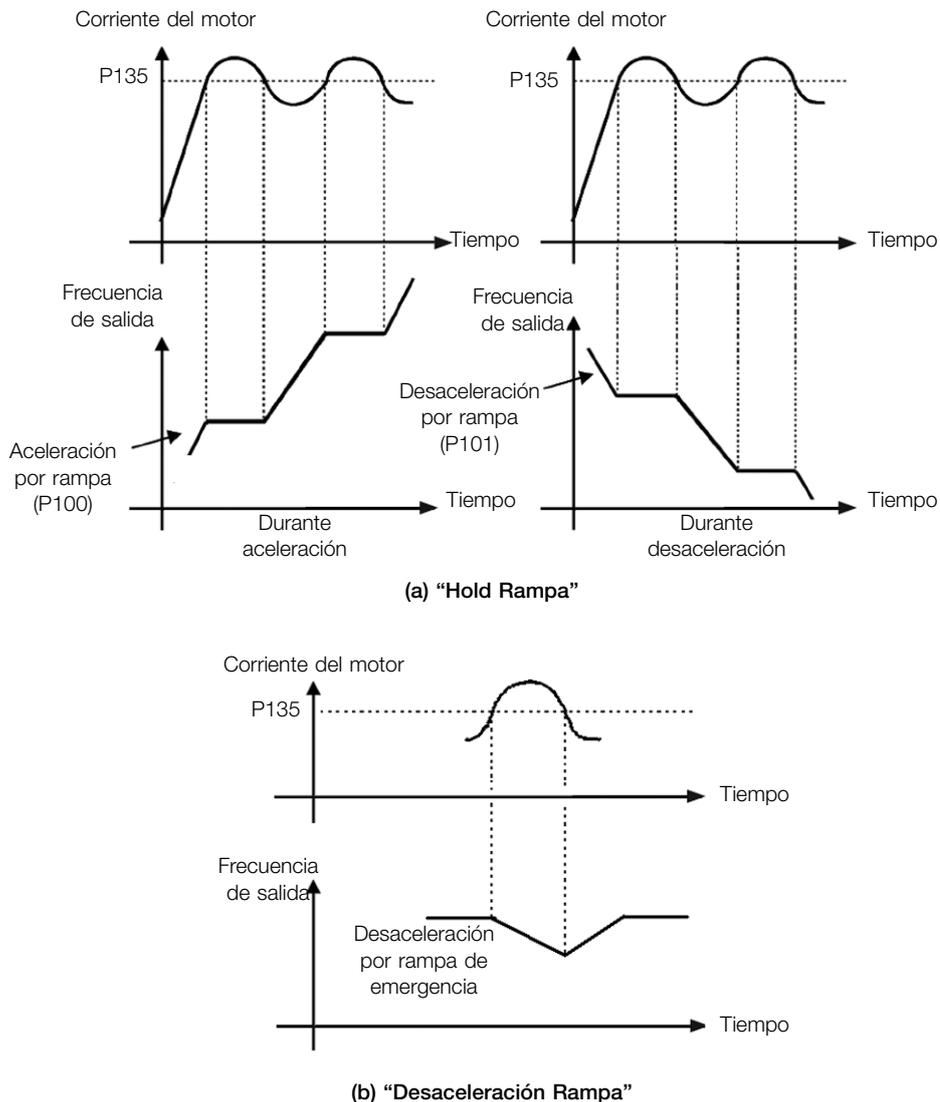

Figura 8.6: (a) y (b) Modos de actuación de la limitación de corriente vía P135
alcance un valor por debajo de P135, el motor volverá a acelerar o desacelerar. Consulte la Figura 8.6 en la página 8-8.
- Actuación: si la corriente del motor sobrepasa el valor ajustado en P135 se fuerza un valor nulo para la entrada de la rampa de frecuencia, forzando la desaceleración del motor. Cuando la corriente del motor alcance un valor por debajo de P135, el motor volverá a acelerar. Consulte la Figura 8.6 en la página 8-8.
Define el nivel de corriente para activar la limitación de corriente para los modos Hold de Rampa y Desacelera Rampa, conforme Figura 8.6 en la página 8-8 (a) y (b), respectivamente. Para deshabilitar la limitación de corriente se debe ajustar el parámetro $P135 > 1,9 \times I_{nom}$.